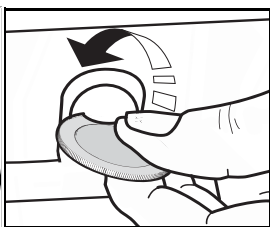

Fig.4
1. Saque los tornillos y sus respectivas chapas de los laterales con la ayuda de una moneda o una herramienta (Fig.4).